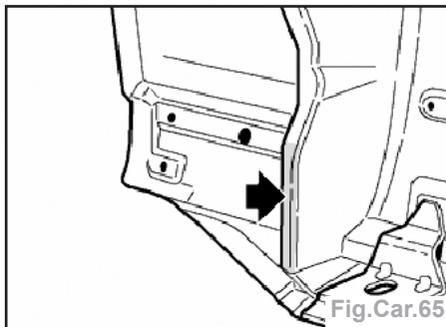

Fig.Car.65
- Vue de la surface de collage pied milieu / longeron intérieur (Fig.Car.65).